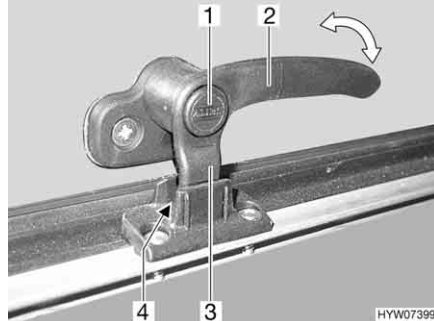
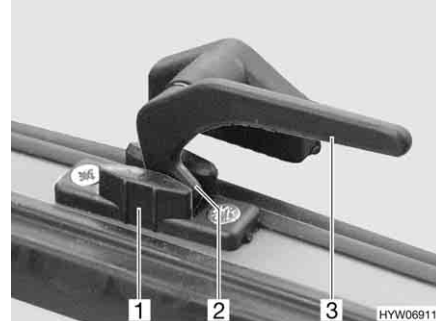

Fig. 111 Palanca de bloqueo con botón de seguridad en la posición de "ventilación continua"
Fig. 112 Palanca de bloqueo en la posición de "ventilación continua"
- En la posición "ventilación continua" (Fig. 111 y Fig. 112)
- Si existe, pulsar el botón de seguridad (Fig. 111,1) y mantenerlo pulsado.
- Girar la palanca de bloqueo (Fig. 111,2 ó Fig. 112,3) un cuarto de vuelta hacia la mitad de la ventana.
- Girar de nuevo hacia atrás la palanca de bloqueo. El saliente de bloqueo (Fig. 111,3 ó Fig. 112,2) de la palanca de bloqueo se ha de introducir para ello en el rebaje del bloqueo de la ventana (Fig. 111,4 ó Fig. 112,1).
- Si existe, soltar el botón de seguridad (Fig. 111,1).